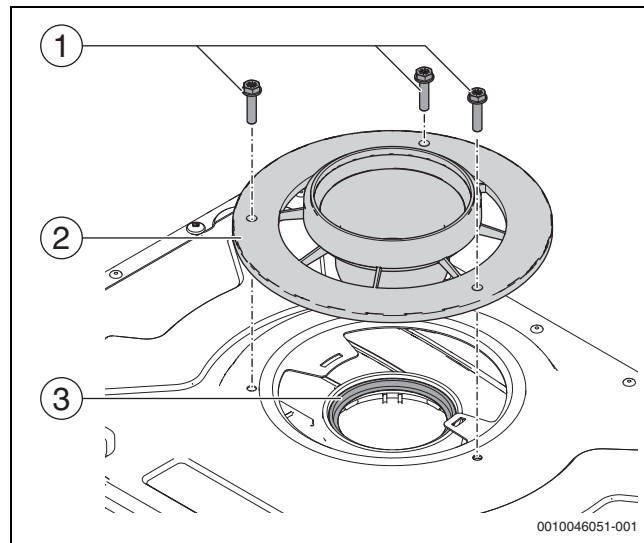

Fig. 136 Démontage de l'adaptateur de tuyau d'évacuation des fumées et du kit de tuyau d'évacuation des fumées
- ▶ Placer l'adaptateur du conduit de fumées et le set du conduit de fumées (→ Figure 136, [2]) sur la plaque supérieure.
- ▶ Serrer les trois vis (Pozi ou hexagonales) (→ Fig. 136, [1]) à 3 Nm max.